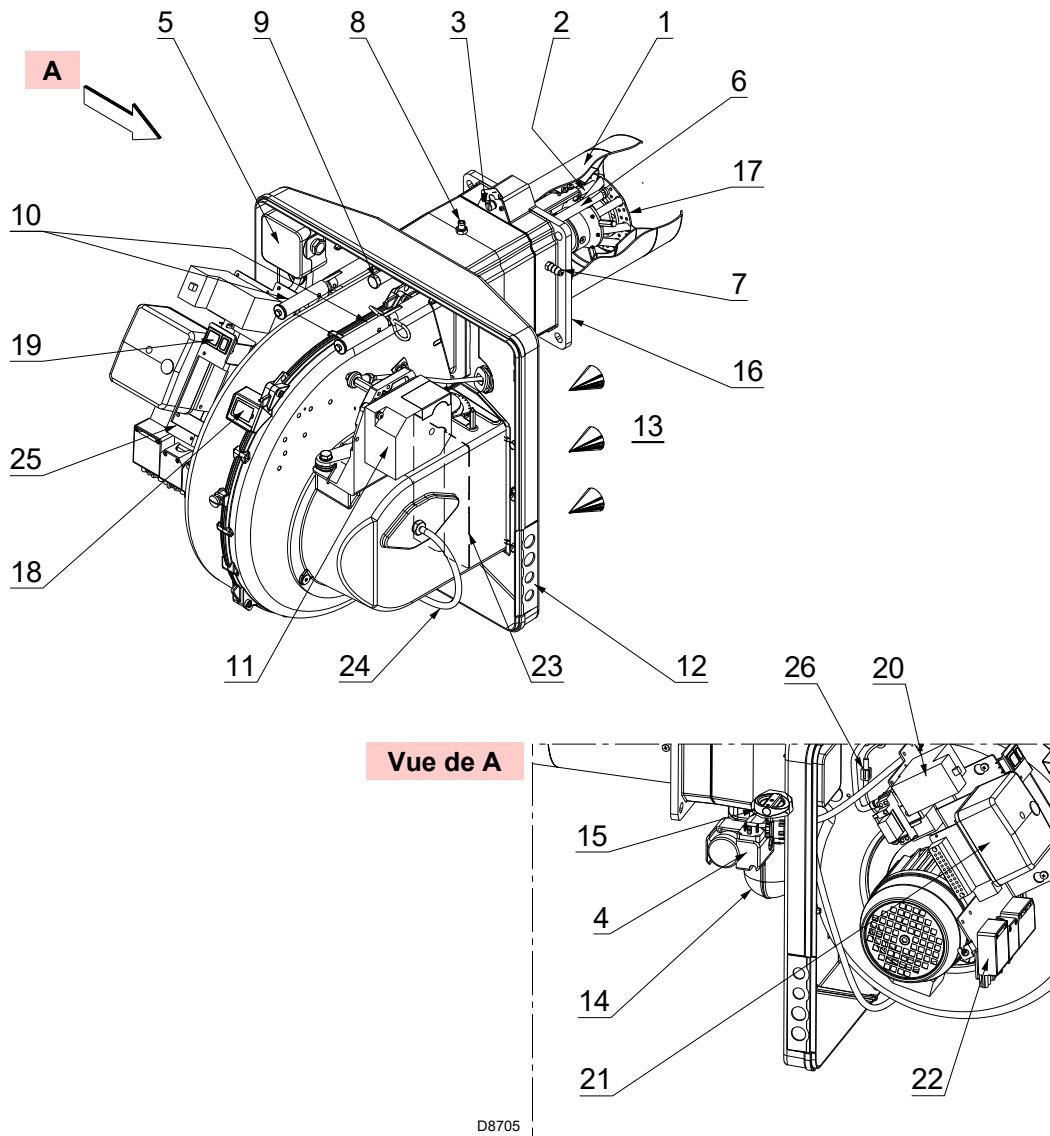

Fig. 5
(1) Conditions de référence: Température ambiante 20°C - Température gaz 15°C - Pression barométrique 1013 mbar - Altitude 0 m au-dessus du niveau de la mer.
(2) Pression de gaz à la prise du manchon 8 (Fig. 5) avec pression zéro dans la chambre de combustion et à la puissance maximale du brûleur.
(3) Pression sonore mesurée dans le laboratoire de combustion du constructeur, avec le brûleur fonctionnant sur la chaudière d'essai, à la puissance maximale. La puissance sonore est mesurée grâce à la méthode en « champ libre », prévue par la norme EN 15036, et conformément à la précision de mesure « Précision : Catégorie 3 », comme décrit par norme EN ISO 3746.